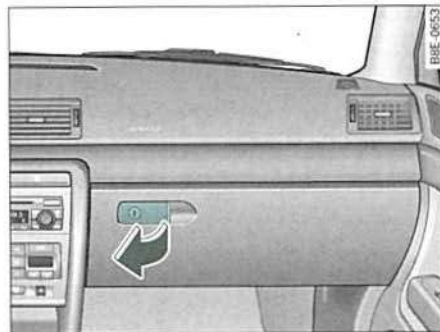

Fig. 117 Guantera
- Tire de la empuñadura de la tapa en la dirección de la flecha ⇒ fig. 117 y abra la tapa hacia abajo.
- Abra la guantera ⇒ página 114, fig. 117.